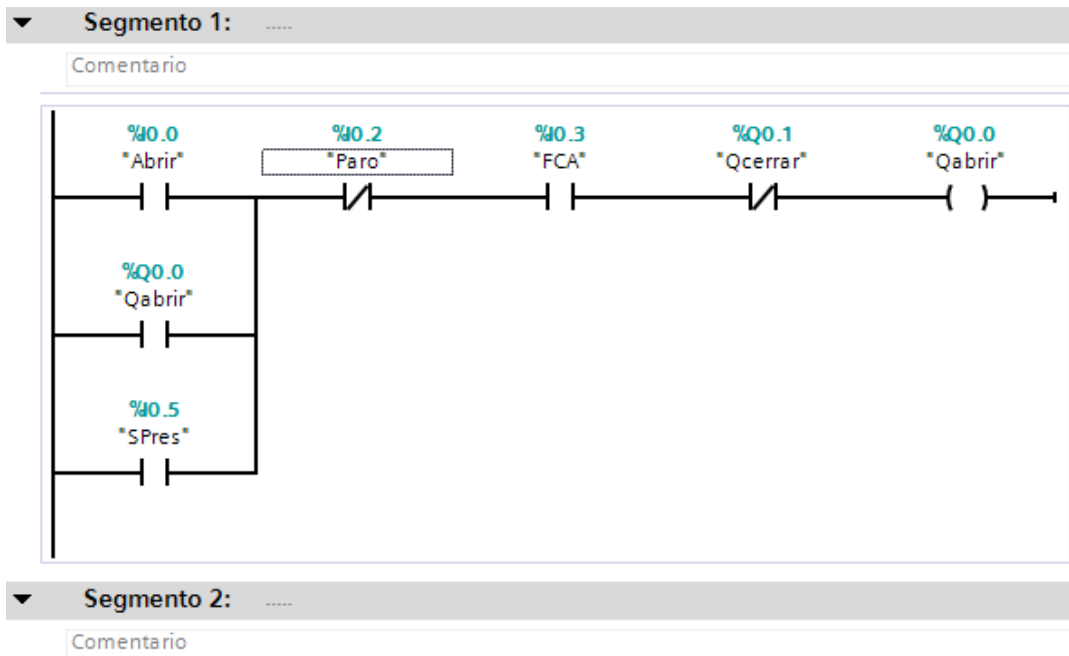

Figura 18. Segmento 1 completo.
18. A continuación se asignarán las variables de los contactos y bobinas, para ello de doble clic sobre la dirección predeterminada <??.> del primer contacto y escriba "Abrir", verá que en cuanto escriba la primera letra el programa le mostrará variables definidas que empiecen con esa letra, de doble clic sobre la variable "Abrir" para seleccionarla. Realice el mismo procedimiento para los demás elementos. El segmento 1 completo se muestra en la Figura 18.